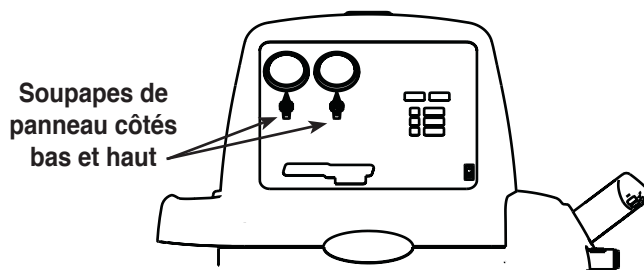

Figure 4
3. Ouvrez la soupape du réservoir source et la soupape de panneau de côté bas. Reportez-vous à la Figure 4.